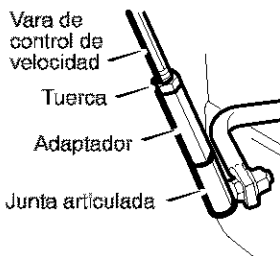

Figura 78
2. Afloje la **contratuercia** hexagonal en la **vara de control de velocidad**. Quite la **Junta articulada del eje de cambios** (consulte la Figura 78).
4. Gire el **adaptador** hasta que la **Junta articulada** quede alineada con el agujero de montaje en el **eje de cambios** (consulte la Figura 78). Una vez alineada, instale la **Junta articulada** en el **eje de cambios**.